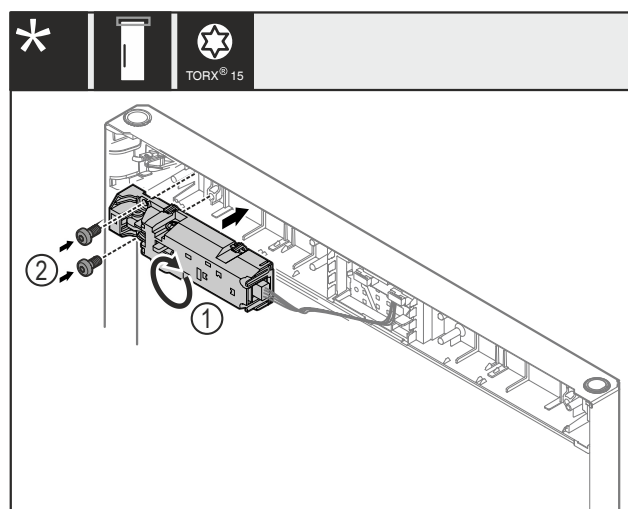

Fig. 24
- Okrenite daljinsku bravu Fig. 24 (1) za 180° i montirajte je na suprotnu stranu.
- Učvrstite daljinsku bravu Fig. 24 (1) s pomoću vijaka Fig. 24 (2).